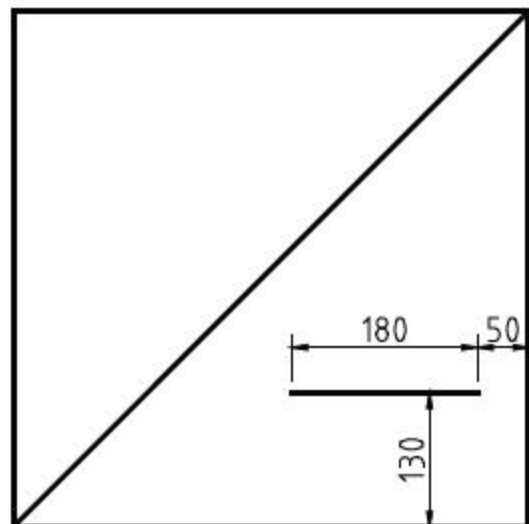

图3-109 绘制直线
**02** 调用L【直线】命令，结合【对象捕捉】功能，绘制直线，尺寸如图3-109所示。